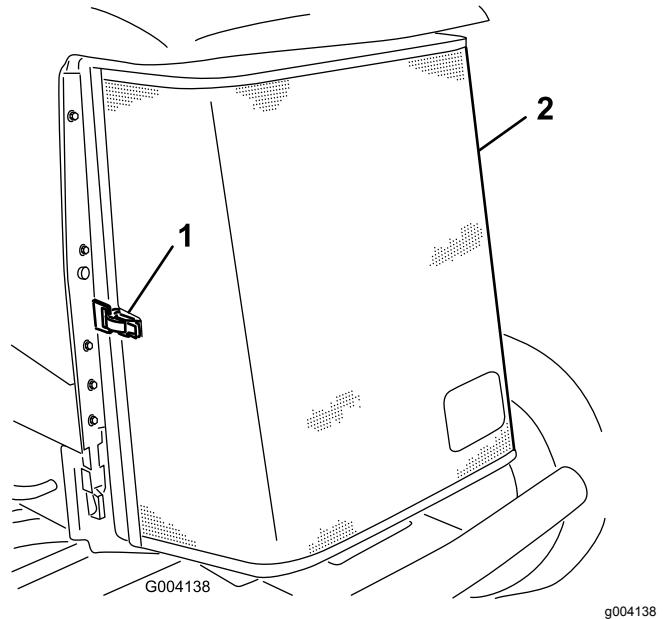

Figura 57
3. Desprenda a braçadeira e articule para abrir o painel traseiro (Figura 57).